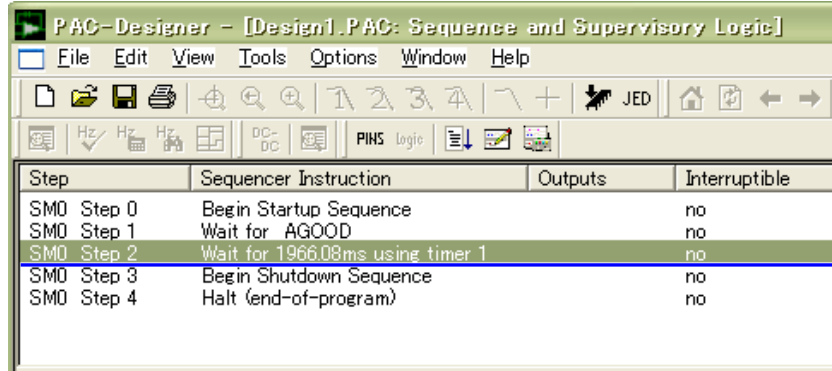

図 3-16 Wait for Timeout Value インストラクション追加後の画面
- ① “Edit Boolean Expression”をクリックすると、次ページの図 3-16 画面が起動し、論理式の編集ができます(詳細は次ページ)。
Wait for Timeout Value インストラクションを選択した場合、図 3-16のように Timer1 を使用した場合のインストラクションが追加されます。
Boolean Condition with Timeout インストラクションを選択した場合、図 3-16のように Timer1 を使用した場合のインストラクションが追加されます。